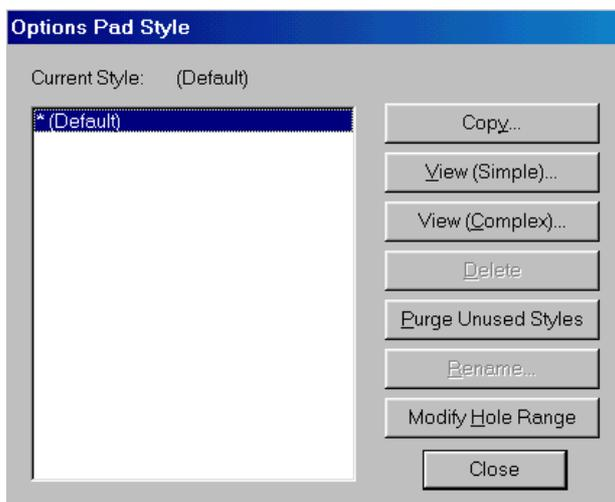

Рис. 7-15. Панель **Options Pad Style**.
2) На панели **Options Pad Style** (см. рис. 7-15) нажмите кнопку **Copy** для копирования указанного в списке стиля в новый.
- 1) Укажите имя стиля в списке (см. рис. 7-15).